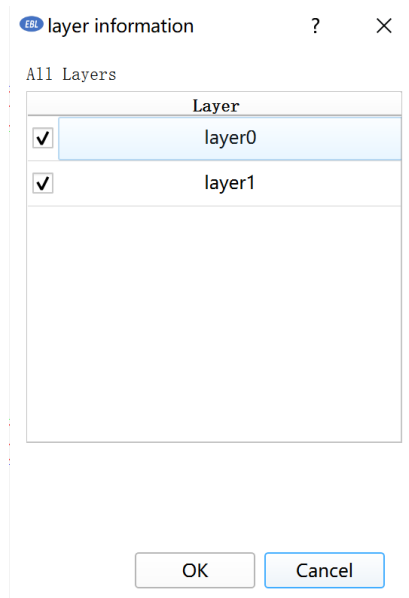

图 3.2.6 选择层界面
(13)点击上方“Layer”可选择任一层的边缘位置误差（如图 3.2.6）。默认显示第一层。注意只能选择一层。